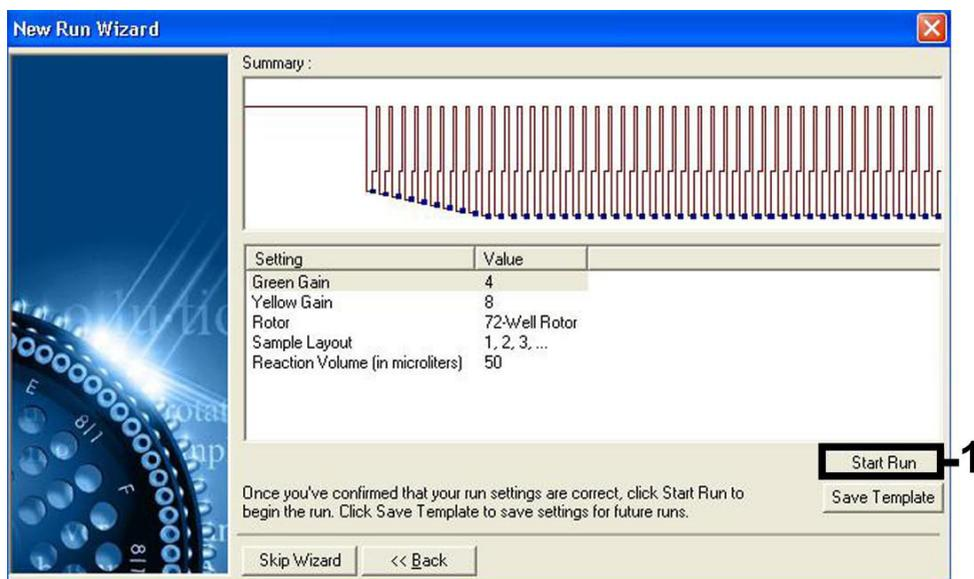

Figure 7. Démarrage de l'analyse.
| Démarrage de l'analyse | Figure 7 |
10. Les valeurs de gain déterminées par l'étalonnage des canaux sont automatiquement enregistrées et listées dans la dernière fenêtre de menu de la procédure de programmation (Figure 7, page suivante). Cliquer sur **Start run** (Démarrer le cycle).